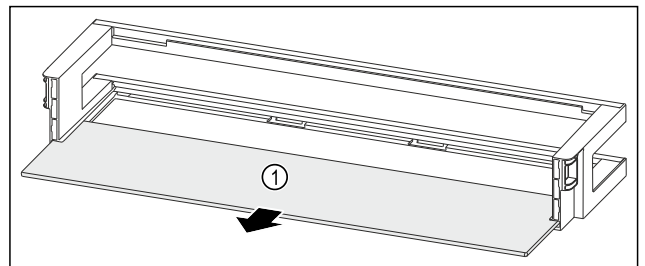

Fig. 185 Balconcino controporta con ripiano
- Rimuovere il ripiano Fig. 185 (1).